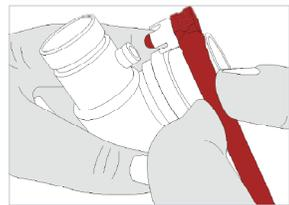

Abbildung 3a
3. Entfernen Sie den Schnellanschluss des roten Schlauchs vom Gehäuse des Phasitron®. **(Abb. 3a)**